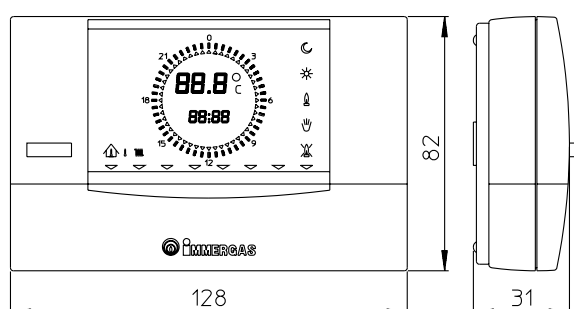
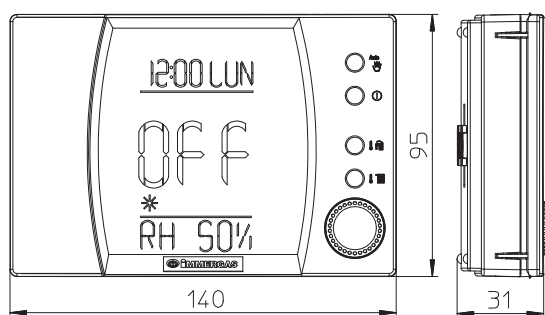

Fig. 1-5 Rys. 1-5 Obr. 1-5 slika. 1-5 ábra. 1-5 Илл. 1-5
Fig. 1-6 Rys. 1-6 Obr. 1-6 slika. 1-6 ábra. 1-6 Илл. 1-6
- Están disponibles 2 tipos de mandos remotos: Comando Amico Remoto (CAR) (Fig. 1-5) y Super Comando Amico Remoto (Super CAR) (Fig. 1-6) ambos actúan como cronotermostatos climáticos. Estos permiten al usuario, además de disponer de las funciones explicadas en el punto precedente, tener bajo control y, sobre todo, al alcance mano, toda la información importante relativa al funcionamiento del aparato y de la instalación de calefacción, con la posibilidad de actuar cómodamente sobre los parámetros configurados anteriormente sin necesidad de ir al lugar donde está instalado el aparato. El panel del Comando Amico Remoto dispone de un sistema de autodiagnóstico que muestra en el display cualquier anomalía de funcionamiento de la caldera. El cronotermostato climático incorporado en el panel remoto permite ajustar la temperatura de descarga al circuito de calefacción según las necesidades efectivas del ambiente a calefaccionar, de manera que se pueda obtener exactamente el valor de temperatura ambiente que se desea, con evidente ahorro de los costes de gestión. El cronotermostato está directamente alimentado por la caldera, a través de los mismos 2 hilos que sirven para la transmisión de datos entre caldera y cronotermostato.
- Są dostępne 2 rodzaje zdalnych sterowań Przycisk zdalny Amico (CAR) (Rys. 1-5) i Super Amico Przycisk zdalny cyfrowy (Super CAR) (Rys. 1-6) obydwa z funkcją termostatu chronometrycznego środowiskowego. Panele termostatów chronometrycznych oprócz opisanych wyżej funkcji umożliwiają użytkownikowi kontrolę wszystkich ważnych informacji dotyczących funkcjonowania urządzenia oraz instalacji ciepłej pozwalając na wygodną zmianę wcześniej ustawionych parametrów bez konieczności przemieszczenia się do miejsca zainstalowania urządzenia. Panel posiada funkcję samodiagnostyki, która wyświetla na wyświetlaczu ewentualne usterki w pracy kotła. Termostat chronometryczny wbudowany do zdalnego panelu umożliwia dostosowanie temperatury wysłanej przez instalację do rzeczywistych wymagań ogrzewanego pomieszczenia tak, by uzyskać żadaną wartość temperatury pomieszczenia w sposób niezwykle precyzyjny redukując znacznie koszty utrzymania. Termostat chronometryczny jest zasilany bezpośrednio z kotła za pomocą tych samych 2 przewodów, które służą do transmisji danych.
- В наличии имеются 2 типа дистанционного управления "Дистанционное Управление Друг" (CAR) (Fig. 1-5) и "Супер Дистанционное Управление Друг" (Super CAR) (Илл. 1-6) оба работают от климатических хронотермостатов. Хронотермостатические панели позволяют пользователю кроме вышеуказанных функций, иметь под контролем, а главное под рукой, всю необходимую информацию относительно работы агрегата и термической установки с возможностью заменить в любой момент предварительно введенные параметры не перемещаясь при этом туда, где был установлен агрегат. Панель оснащена самоконтролем, который отображает на дисплее все возможные неполадки работы бойлера. Климатический хронотермостат встроен в панель дистанционного управления и позволяет регулировать температуру подачи установки, в зависимости от необходимости отопления помещения, таким образом, что бы получить желаемую температуру помещения с высокой точностью а значит и с очевидной экономией затрат. Хронотермостат питается непосредственно от бойлера с помощью тех же 2 проводов которые служат для передачи данных между бойлером и хронотермостатом.